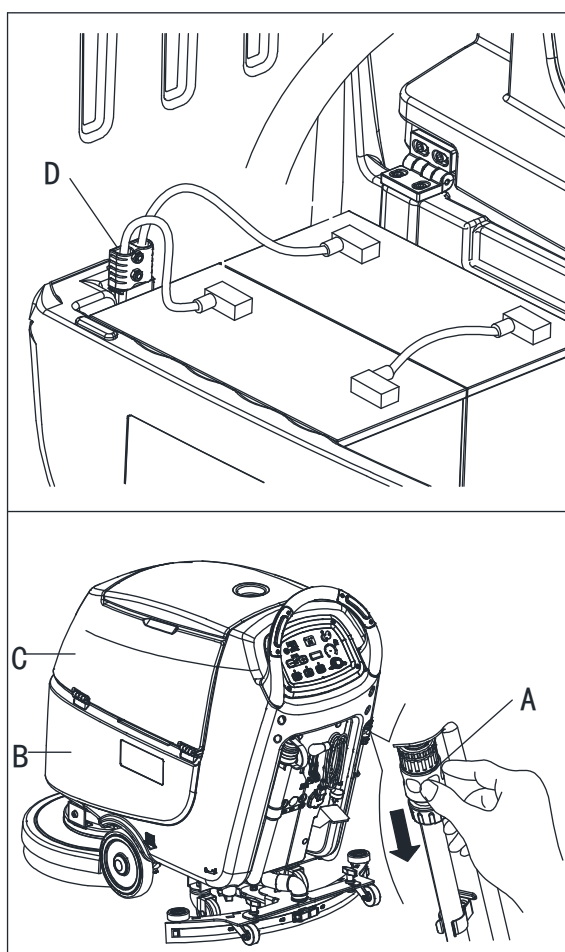

Figure 15
7. Vider le réservoir de solution avec le tuyau (A, Fig. 15).
2. Vider les réservoirs (B et C, Fig. 15), comme indiqué dans le paragraphe précédent.